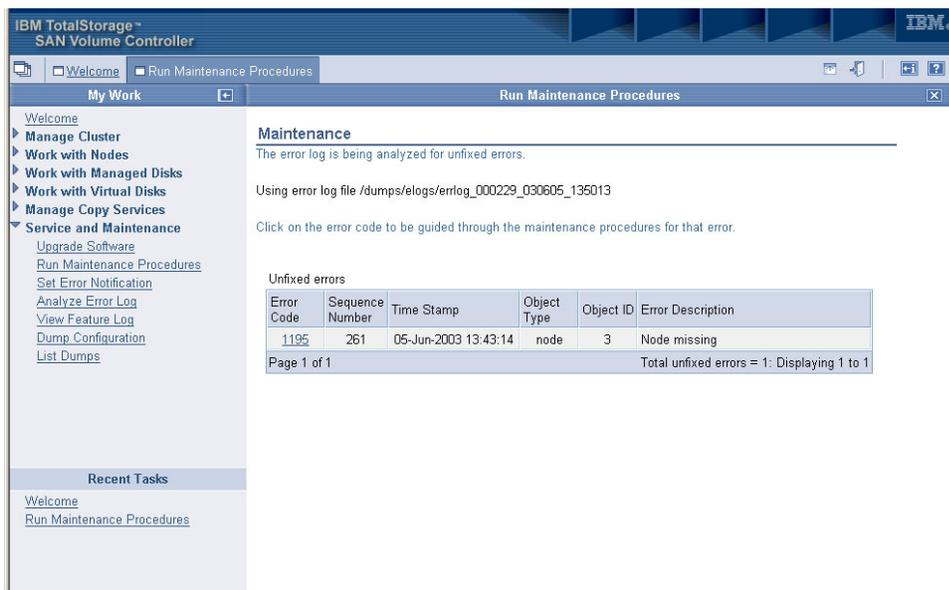

図 50. 分析を開始して表示される内容の例
2. 「保守手順」のパネルから、「分析の開始」をクリックして、図 50 に見られる内容を表示します。
図 50 に未修正エラーのリストを示します。この例は、修復を必要とするエラーが 1 つのみであることを示します。リストには、修復を必要とするエラーをいくつでも含めることができます。リストの上部のエラーは、優先順位が最も高く、常に最初に修正する必要があります。優先順位の高いエラーを最初に修正しないと、優先順位が下位のエラーを修正できない場合があります。